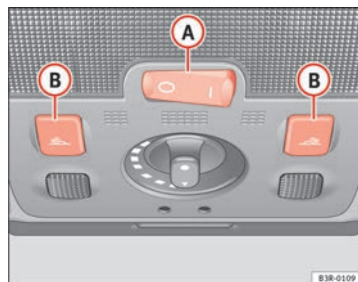

Fig. 92 Detalle del revestimiento del techo: Iluminación delantera del habitáculo
El interruptor basculante (A) ⇒ fig. 92 para el manejo de la luz delantera del habitáculo tiene las siguientes funciones: